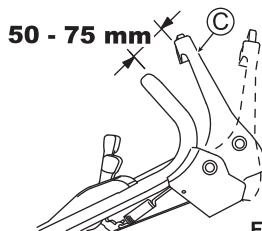

Fig. 25
Régalez de telle façon que la lame commence à tourner lorsque la distance entre le levier d'embrayage de la lame (C) et le guidon est de 50 - 75 mm, avec le bouton jaune enfoncé ainsi qu'illustré dans la Fig. 25.